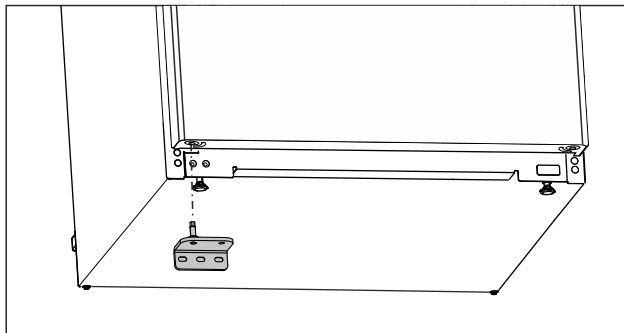

Fig. 24
- ▶ Helyezze be az alsó csapágybakot az ellenkező oldalon. (lásd Fig. 24)